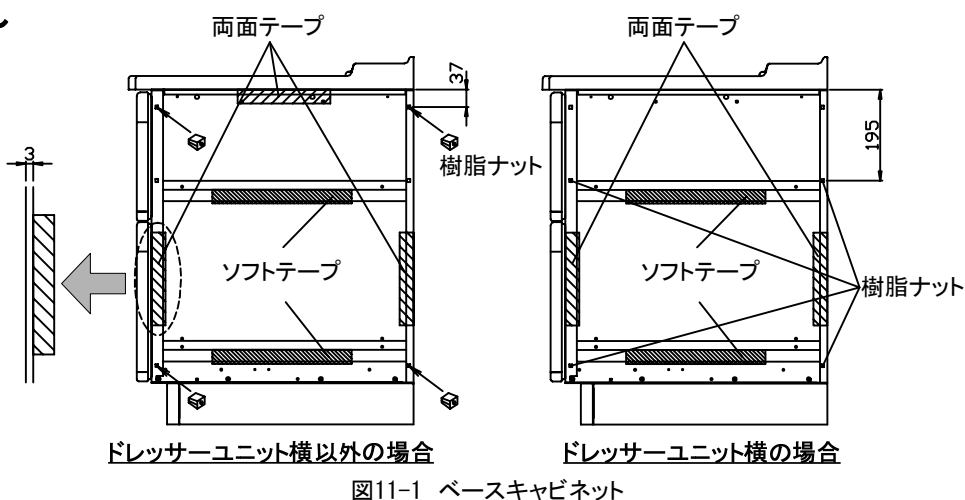

図11-1 ベースキャビネット
- ①所定の角穴4ヶ所に、樹脂ナットを取付けてください。(図11-1、11-2)
- ②キャビネットの補強枠にソフトテープを貼り付けてください。(図11-1、11-2)
- ①貼付面(側板折曲部分)のほこりなどをふき取ってください。
- ②所定の位置(端から3mm)に付属の両面テープを貼付けてください。(図11-1、11-2)
- ③テープ離型紙の上から十分に押さえつけて確実に貼付けてください。